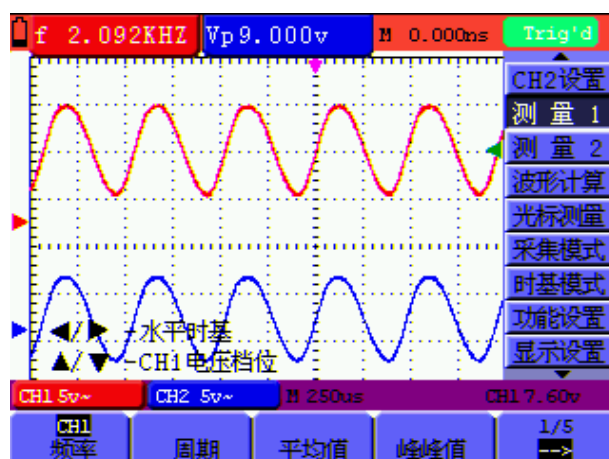

图 50：自动测量
5. 按 **F4** 键，选择峰-峰值测量为 **CH2**。测量窗口2窗口会变为蓝色，同时显示出通道2的峰-峰值。见图 50：